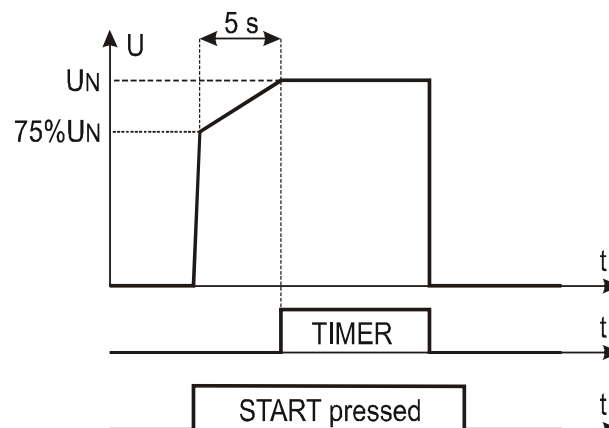

Fig. 37: Prueba DIELECT en modos Rampa 75%
- Modo de **rampa del 75% (rampa única)** → Cuando se presiona la tecla **START/STOP**, la tensión de prueba aumenta hasta el 75% de la tensión nominal, luego se necesitan 5s para alcanzar el valor nominal. Posteriormente se mantiene durante un tiempo definido por un temporizador programable (vea Fig. 37)